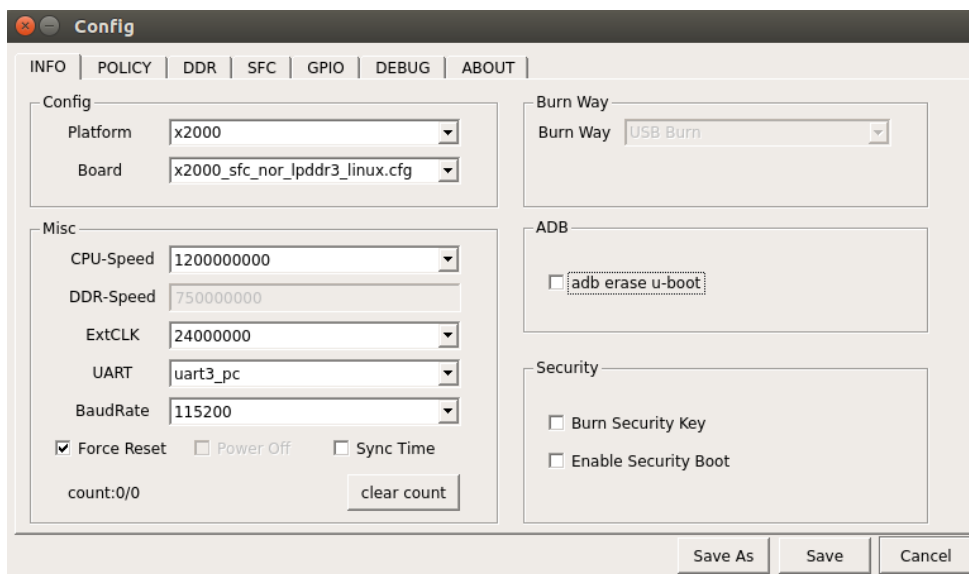

图 3-5
- 1、基本信息的配置，点击 INFO，进入基本配置信息，Platform 选择 x2000,Board 选择 x2000\_sfc\_nor\_lpddr3\_linux.cfg，具体可参图 3-5。